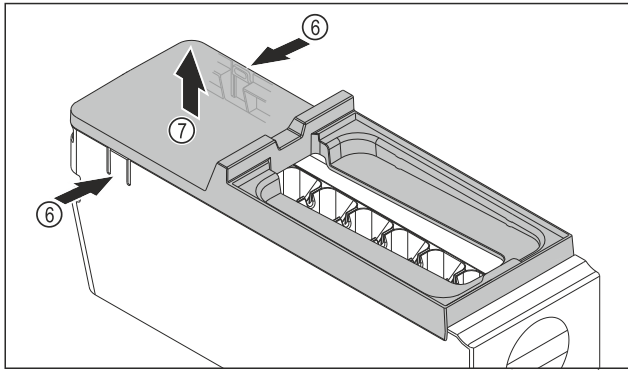

Fig. 184
- ▶ EasyTwist-Ice-rungon kannen poistaminen: Paina kielekkeitä Fig. 184 (6) EasyTwist-Ice-rungon molemmilla puolilla.
- ▶ Ota kansi Fig. 184 (7) toisella kädellä ylöspäin pois.